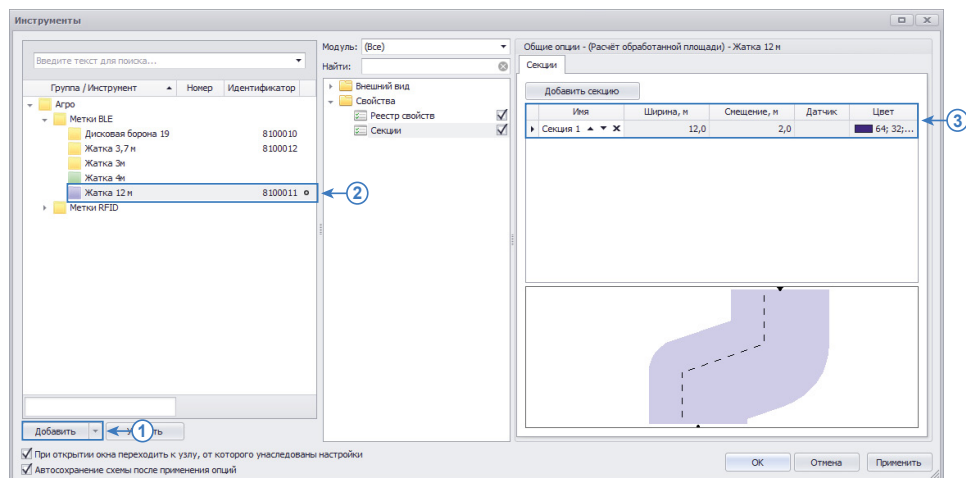

Рис.1. Создание списка инструментов.
- В этом меню слева расположен список инструментов текущей схемы. Для того чтобы создать новый инструмент необходимо добавить новый элемент в этот список (Рис.1, п.1), затем ввести название инструмента и в поле «Идентификатор» указать номер метки «ТК-МАРКЕР-ВТ», установленной на этом инструменте (Рис.1, п.2) – только цифровую часть номера, например, 8100011.
- После добавления инструмента необходимо настроить его свойства (Рис.1, п.3). Например, метка с идентификатором 8100011 установлена на Жатку шириной 12 м, которая подключается к комбайну со смещением вправо на 2 метра относительно оси комбайна. Настройки, соответствующие такой конфигурации жатки, приведены на Рис.1 (п.3).